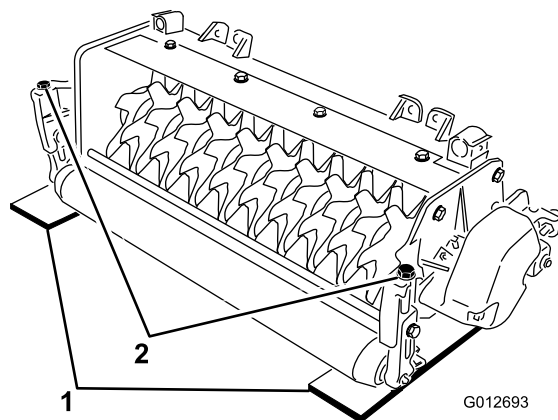

Bild 4
Heckrolle der Vertikutierspindel (an jedem Ende der Spindel) (Bild 4).
3. Drehen Sie die Einstellschraube an jeder Schnitthöhenhalterung (Bild 4) so ein, dass die Messerspindeln an beiden Enden die flache Oberfläche berühren.